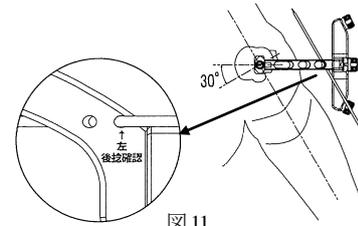

図 11
- 12) TD アームのガイドピンホールにガイドピンを刺入し、前腕を指標に骨頭 30°後捻を確認します。(図 11)